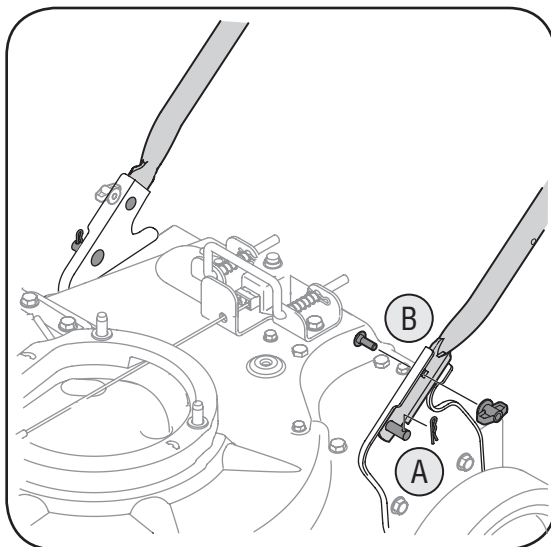

Figura 3-1
(Vea la figura 3-1)
- a. Sitúe los agujeros inferiores de la manija inferior sobre los pernos de los soportes de la manija, y asegúrelos con broches de horquilla. Vea la figura 3-1.
- b. Inserte los tornillos del carro desde el lado de afuera a través del agujero superior de la manija inferior y asegúrelos con tuercas de mariposa. Vea la figura 3-1.